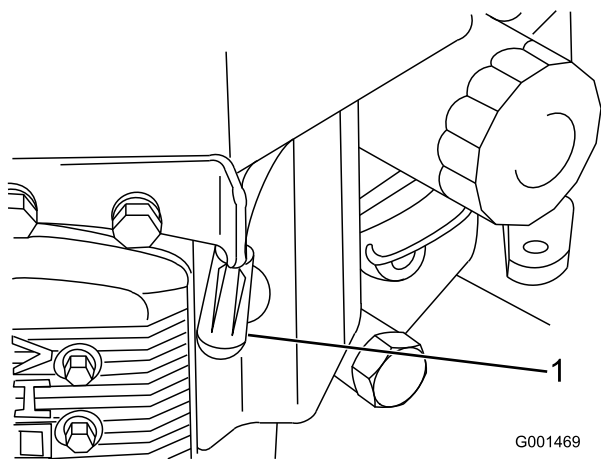

Figura 24
- Desconecte los cables de las bujías (Figura 24).